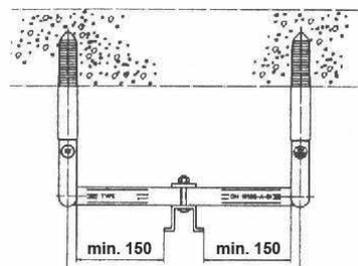

Abb. 6
- Abb.:6 Darstellung Rückseite Läufer